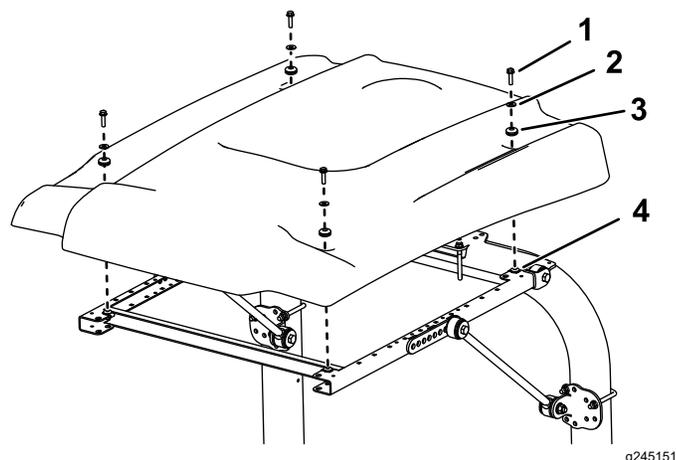

Figura 42
9. Durante l'allineamento dei fori di montaggio, posizionate il parasole sul telaio come mostrato in Figura 42.
10. Montate, senza serrarlo, ciascun angolo del parasole sul telaio con un bullone a testa flangiata ($\frac{5}{16}$ " x $1\frac{1}{4}$ ") con una rondella piccola e un gommino (Figura 42).